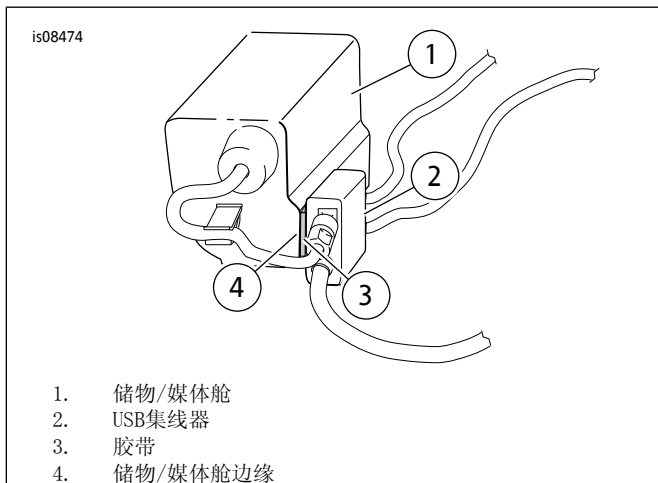

图3。安装USB集线器
- 定位USB集线器(2,图3),使其位于储物/媒体舱(4)边缘。如图所示。使用50-70%异丙醇和30-50%蒸馏水的混合剂清洁安装表面。待其完全晾干。揭去胶带(3)上的纸垫。按压并用力固定住以粘牢USB集线器。